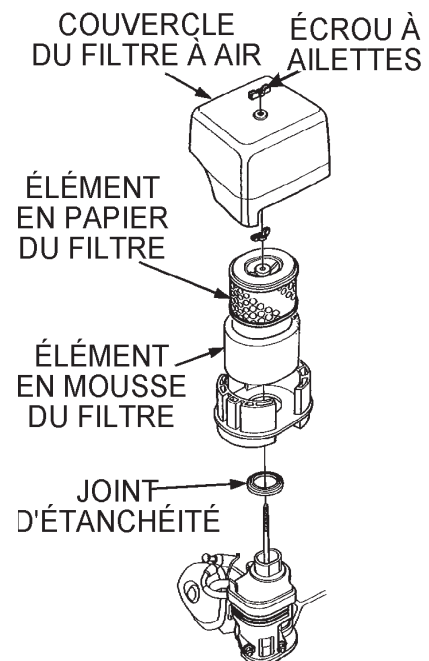

Figure 21. Filtre à air du moteur
1. Retirer le couvercle du filtre à air et l'élément en mousse, comme illustré à la figure 21.
2. Tapoter plusieurs fois l'élément en papier (figure 21) sur une surface dure pour en extraire la saleté ou pulvériser de l'air comprimé dans l'élément du côté boîtier du filtre à air (ne pas dépasser 207 kPa ou 2,1 kgf/cm² [30 psi]). **NE JAMAIS** brosser la saleté. Le brossage introduirait de la saleté dans les fibres. Remplacer l'élément en papier s'il est excessivement sale.